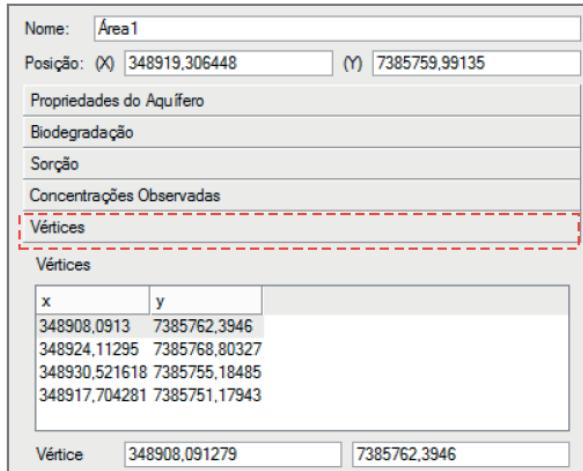

Figura 2.57 Submenu ÁREA de Análises.
- **Vértices:** durante a delimitação da Área de Análise, cada clique do botão esquerdo do mouse cria um **vértice** da área de análise. Ao clicar com o botão direito do mouse, encerra-se a criação do elemento. Para maior precisão, podem-se alterar as coordenadas por meio deste submenu (Figura 2.57).